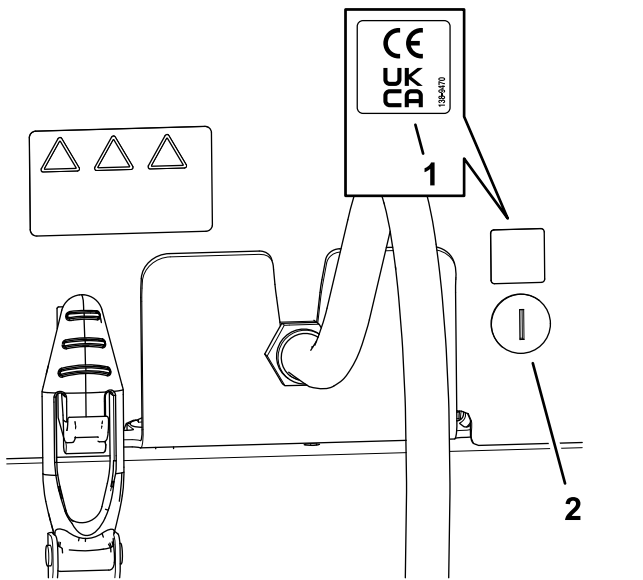

Bild 35
- Verwenden Sie Reinigungsalkohol und einen sauberen Lappen, um den Bereich der Haube neben dem Haubenriegel zu reinigen, und lassen Sie die Haube trocknen (Bild 35).